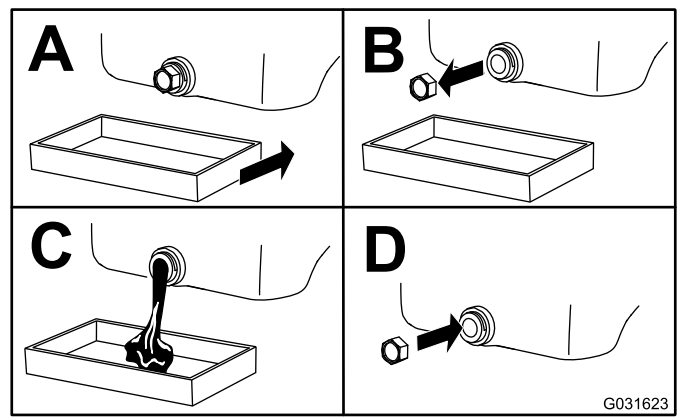

Figura 49
- Cambie el aceite del motor, según se muestra en la Figura 49.